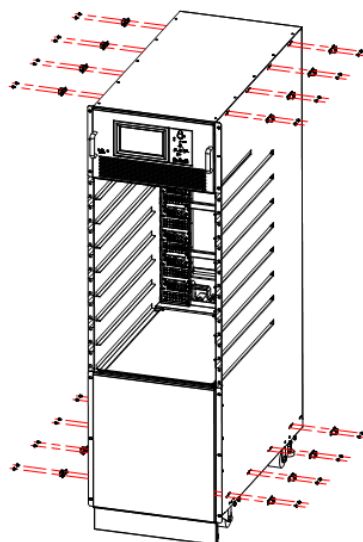

Рисунок 3-8 Снятие кронштейна
3. Снимите кронштейн боковой двери шкафа, как показано на рис. 3-8.